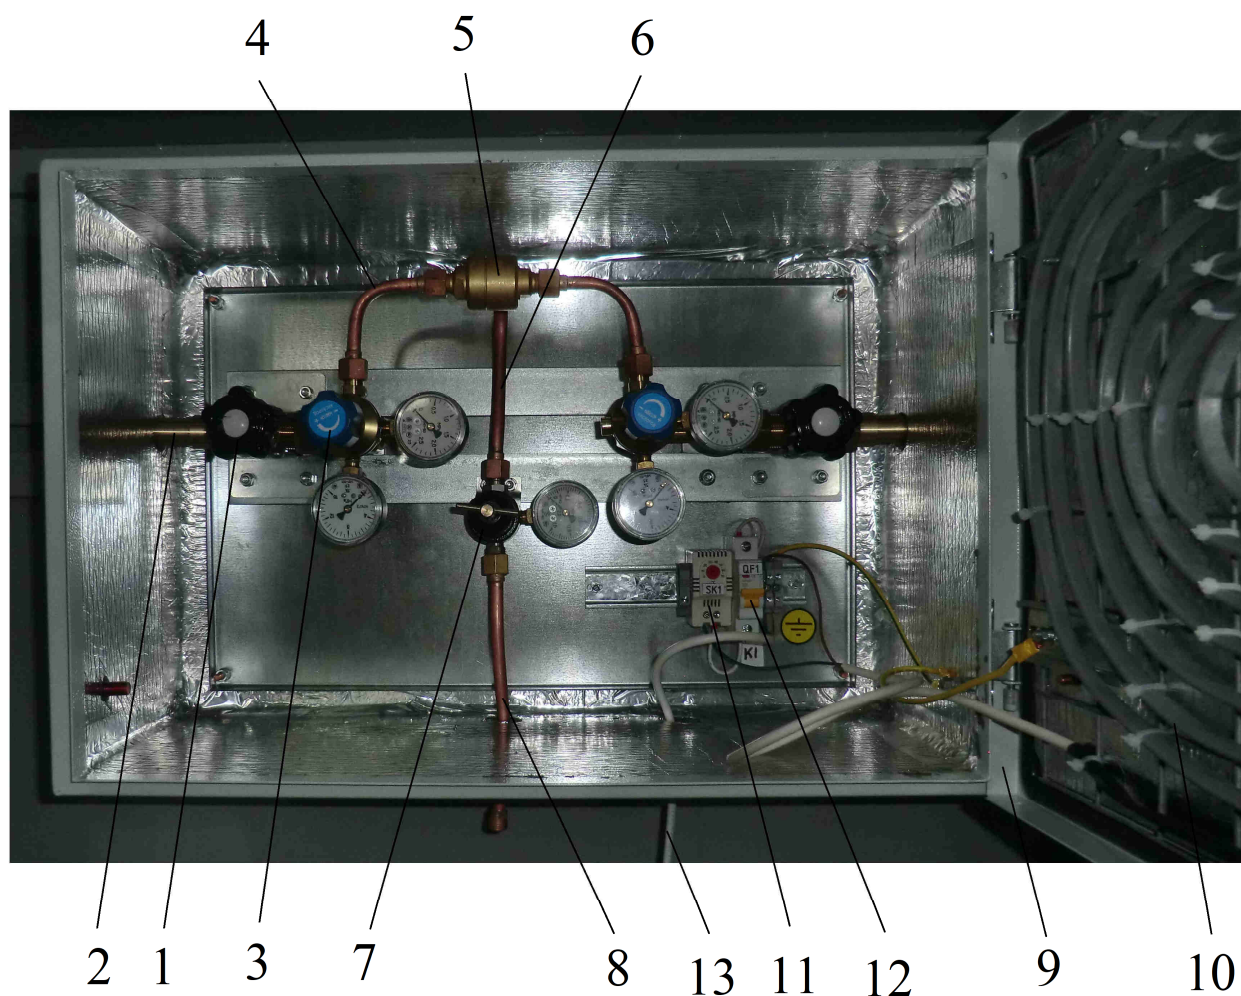

Рис.1 Щит автопереключения газовых рамп закрытого типа в термобоксе
4.1 Внешний вид щита в термобоксе (шкафу) показан на рис.1.